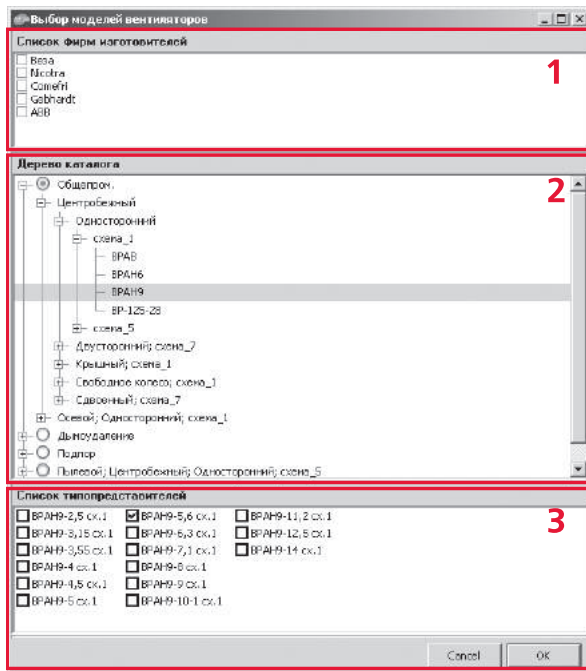

Рис. 4
В режиме выбора типопредставителя (рис. 4) номенклатурное дерево (2) выполняет только навигационную функцию и, изменяя текущий тип вентилятора, управляет содержимым списка типопредставителей (3). Задачу ввода данных решает список типопредставителей (3), каждая позиция которого содержит элемент единичного выбора.